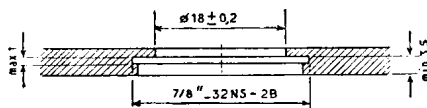

Figure 2
(5) La tolérance sur l'excentricité de l'axe du flasque d'embase est telle que le flasque d'embase puisse entrer dans un calibre percé d'un trou de 33,5 mm de diamètre, à la condition que ce trou soit correctement centré par rapport à l'axe du trou représenté à la figure 2.